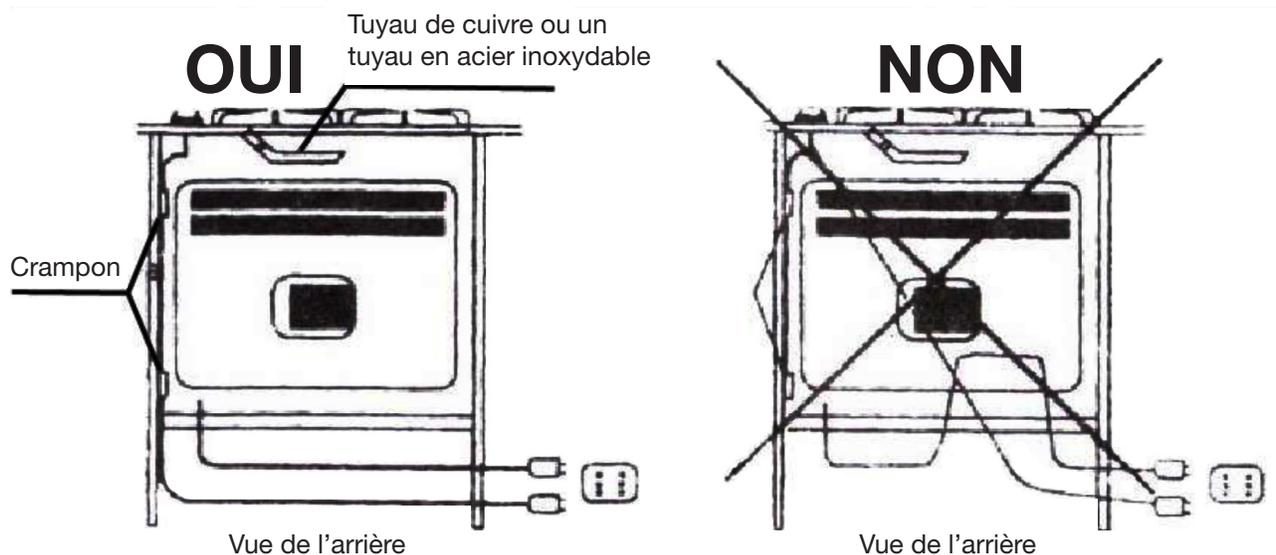

Figure 10
- 4** Si installé au-dessus d'un four intégré, le câble de la table de cuisson ne doit pas toucher le four situé en-dessous (voir figure 10).